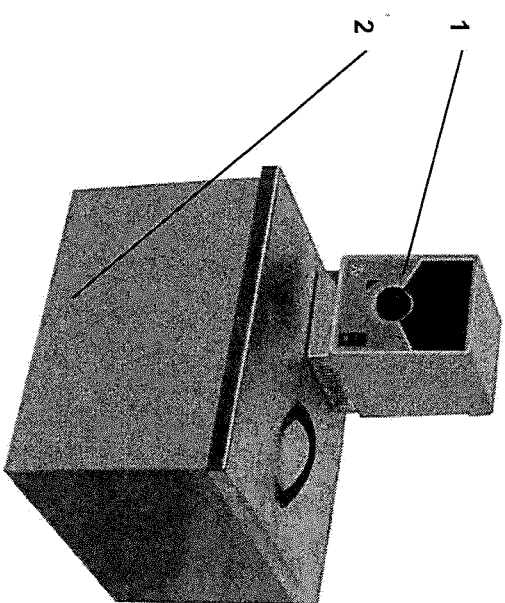

Рис. 1. Циркуляционный термостат серии LOIP LT-100. Общий вид.
Общий вид термостата показан на рис. 1. Термостат состоит из погружного модуля терморегулирования LT-100 (1) и ванны в кожухе с крышкой (2).